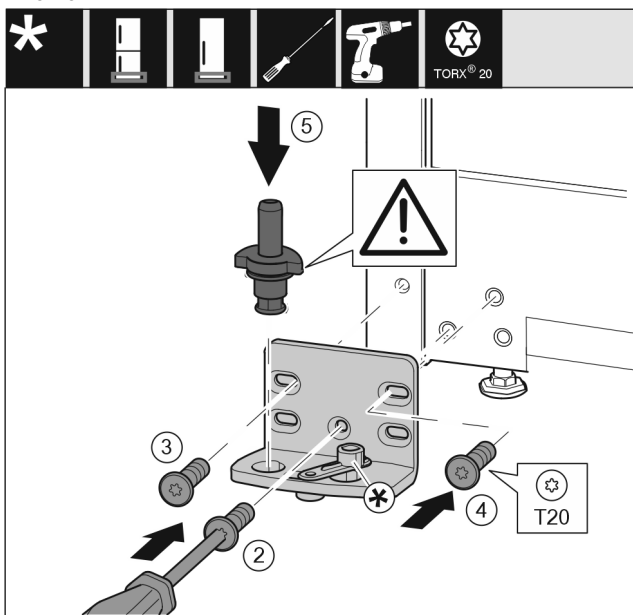

Fig. 16
- ▶ Uždėkite atraminę gembę kitoje pusėje ir prisukite atsuktuvu. Pradėkite nuo varžto Fig. 16 (2) apačioje viduryje.
- ▶ Tvirtai prisukite varžtą Fig. 16 (3) ir varžtą Fig. 16 (4).
- ▶ Įstatykite atraminį kaištį Fig. 16 (5) iki galo. Atkreipkite dėmesį į tai, kad fiksavimo kumštėlis būtų nukreiptas į galą.